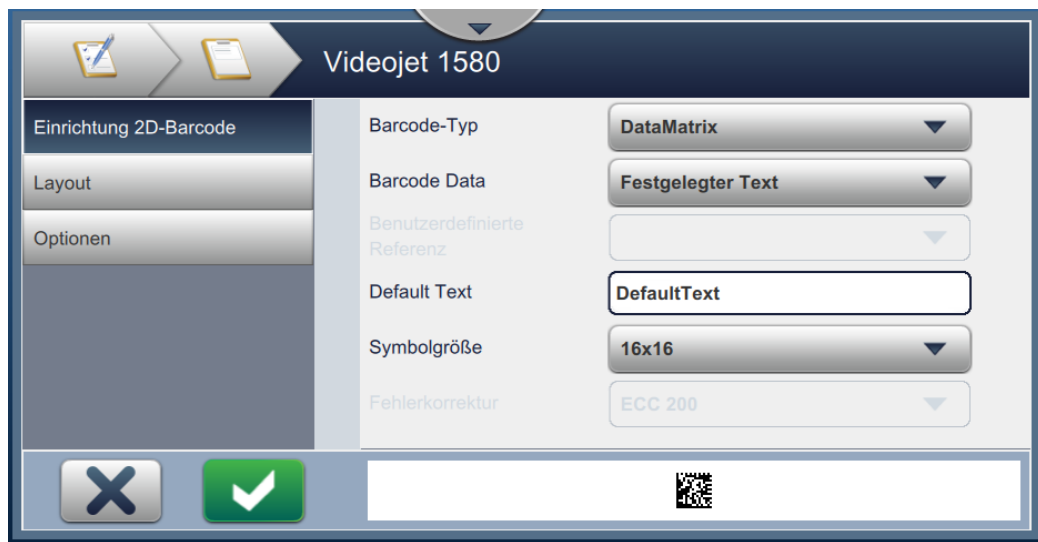

Abbildung 6-10: Bildschirm „Einrichtung 2D-Barcode“
4. Der Bildschirm „Einrichtung 2D-Barcode“ erscheint wie dargestellt in Abbildung 6-10.